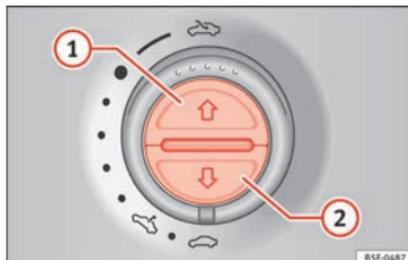

Fig. 137 Dans le ciel de pavillon : touches du store pare-soleil.
Ouvrir entièrement (fonction automatique)	Appuyez brièvement sur la touche » fig. 137 ①.
pincement, appuyez sur la touche »  fig. 137  jusqu'à ce que le store soit complètement fermé.